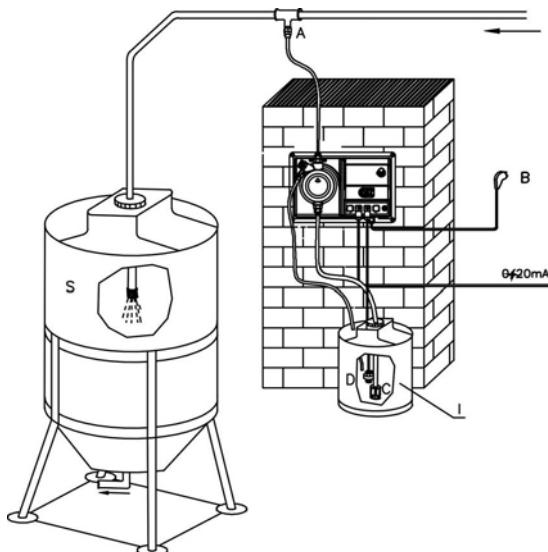

Fig. 15
7.2-ESQUEMA TÍPICO DE INSTALACIÓN (fig.15)